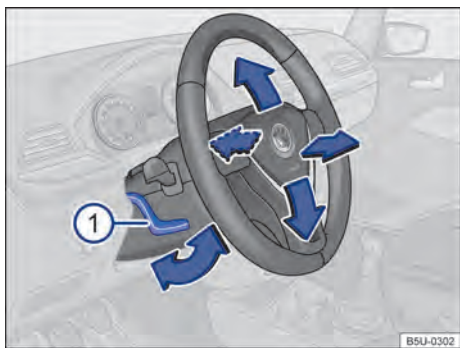

Fig. 52 Embaixo e a esquerda do volante junto com o revestimento da coluna de direção: alavanca de ajuste da posição do volante.
- Empurrar a alavanca para baixo segurando-a pelo manípulo → Fig. 52 ①.